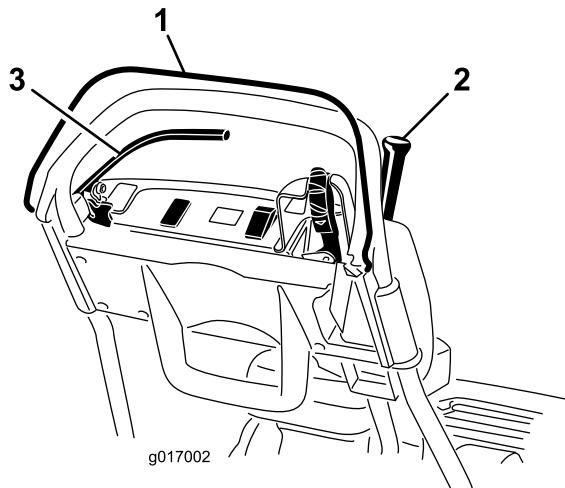

Figura 27
3. Com o CPO solto, tentar accionar a alavanca de tracção (Figura 27). A alavanca de tracção não se deve accionar. Se a alavanca de tracção se accionar, o interruptor de segurança precisa de assistência. Corrija o problema antes da utilização. Consulte Manutenção dos interruptores de segurança de tracção (página 31).
4. Com o CPO carregado e a alavanca de tracção accionada, soltar o CPO (Figura 27). A alavanca
5. Com o CPO carregado e a alavanca de mudanças para a esquerda, active a tracção e a transmissão do cilindro, solte o CPO (Figura 27). A alavanca de tracção deve deixar de ficar accionada. Se a alavanca de tracção não deixar de ficar accionada, o interruptor de segurança precisa de assistência. Corrija o problema antes da utilização. Consulte Manutenção dos interruptores de segurança de tracção (página 31), Ajustar o controlo da tracção (página 34) ou Ajuste o controlo do cilindro (página 35).
6. Com o CPO carregado e a alavanca de mudanças para a esquerda para activar a tracção e a transmissão do cilindro, mover a alavanca de mudanças para a direita para desactivar a transmissão do cilindro (Figura 27). A transmissão do cilindro deve deixar de ficar accionada. Se a alavanca de tracção não deixar de ficar accionada, o interruptor de segurança precisa de assistência. Corrija o problema antes da utilização. Consulte Ajuste o controlo do cilindro (página 35).
accione a alavanca de tracção (Figura 27). O motor deve trabalhar para se sobrepor ao travão, mas não desligar-se automaticamente. Se o motor se desligar imediatamente, o interruptor de segurança precisa de assistência. Corrija o problema antes da utilização. Consulte Manutenção do interruptor de segurança do travão (página 32).
4. Com o motor a trabalhar, accione o bloqueio do travão de estacionamento, carregue no CPO e accione a alavanca de tracção (Figura 27). O motor deverá desligar-se automaticamente. Se o motor não se desligar automaticamente, o interruptor de segurança precisa de assistência. Corrija o problema antes da utilização. Consulte Manutenção do interruptor de segurança do travão (página 32).
2. Com o CPO carregado, a alavanca de tracção accionada e os controlos do motor na posição de arranque (Figura 27). Tente pôr o motor a funcionar. O motor não deverá entrar em funcionamento. Se o motor arrancar, terá que inspecionar o interruptor de segurança. Corrija o problema antes da utilização. Consulte Manutenção dos interruptores de segurança de tracção (página 31).
2. Com a alavanca de tracção accionada, o travão de serviço accionado e os controlos do motor na posição de arranque (Figura 27). Tente pôr o motor a funcionar. O motor deve arrancar. Se o motor não arrancar, o interruptor de segurança precisa de assistência. Corrija o problema antes da utilização. Consulte Manutenção do interruptor de segurança do travão (página 32).